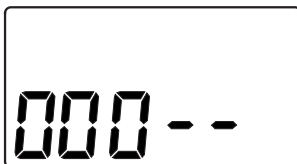
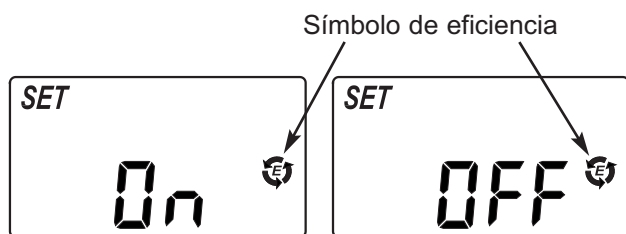

FIG. 23
FIG. 24
1. Mantenga oprimido el botón SELECT / MENU (Seleccionar / Menú) hasta que aparezca la pantalla que se indica en la Fig. 23. Cuando ello ocurra, oprima una vez el botón SELECT / MENU (Seleccionar / Menú) y aparecerá una de las dos pantallas que se indican en la Fig. 24.